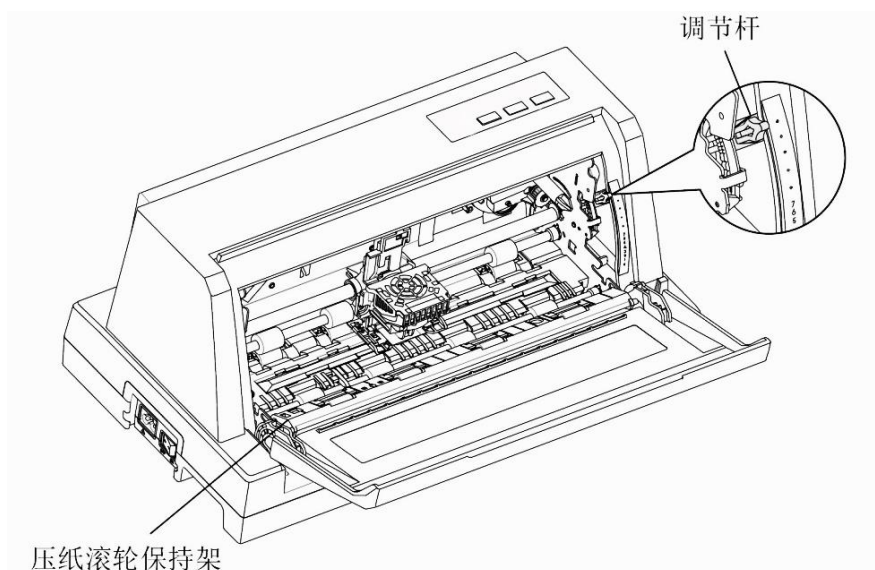

图 1
1) 确保打印机电源关闭。拉开前盖, 将调节杆调到最高档位, 并将压纸滚轮保持架翻转至图 1 位置。